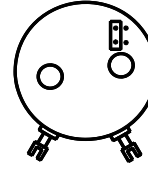

Abb.9: „220°-290°“
- Jumper links für Meßbereich zwischen 220° und 290° (Abb.9)